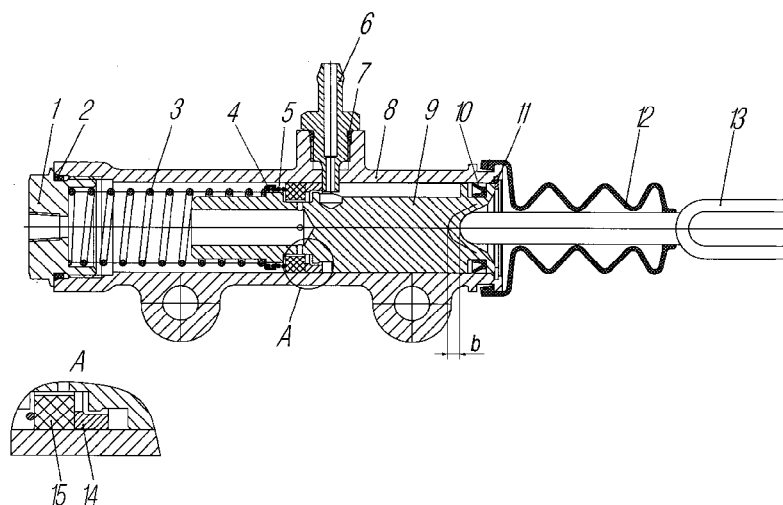

Рис. 18. Цилиндр главный:
- упором 11 отрегулировать свободный ход педали, зазор между толкателем 13 (рис. 18) и поршнем должен быть 1- 2 мм, что соответствует ходу педали 1- 3 мм;
Главный цилиндр сцепления. При необходимости ремонта при сборке кольцо 14 устанавливать как показано на рис. 18.